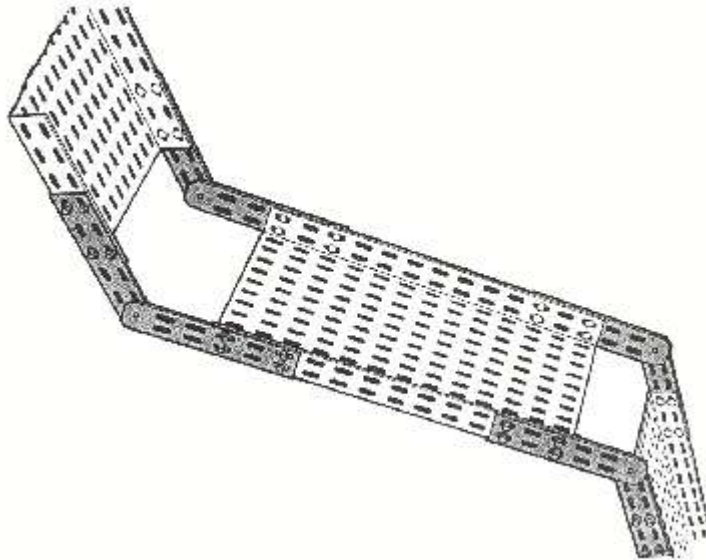

Figure 1.16 – Les chemins de câbles
d) Chemins de câbles : (voir figure 1.16)